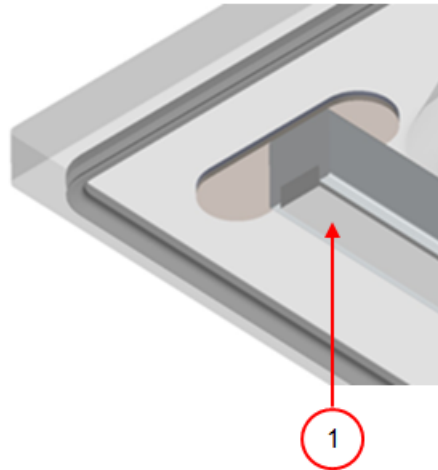

Abbildung 21: Austausch des Silikongummis der Silikonhalter
1. Ziehen Sie das alte Silikongummi vom Halter ab, vgl. *Abbildung 21: Austausch des Silikongummis der Silikonhalter* auf Seite 59.